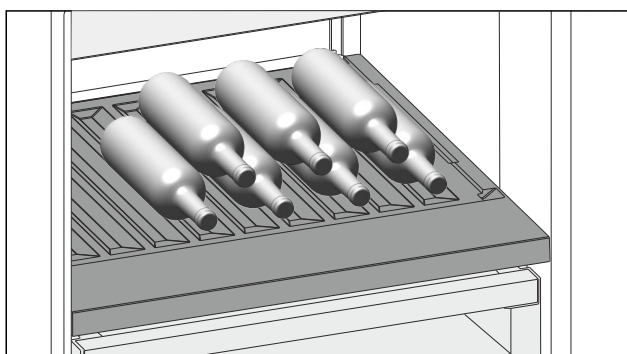

Fig. 181 Exempelbild
- Lägg in flaskorna med botten bakåt mot bakväggen. (se Fig. 181)